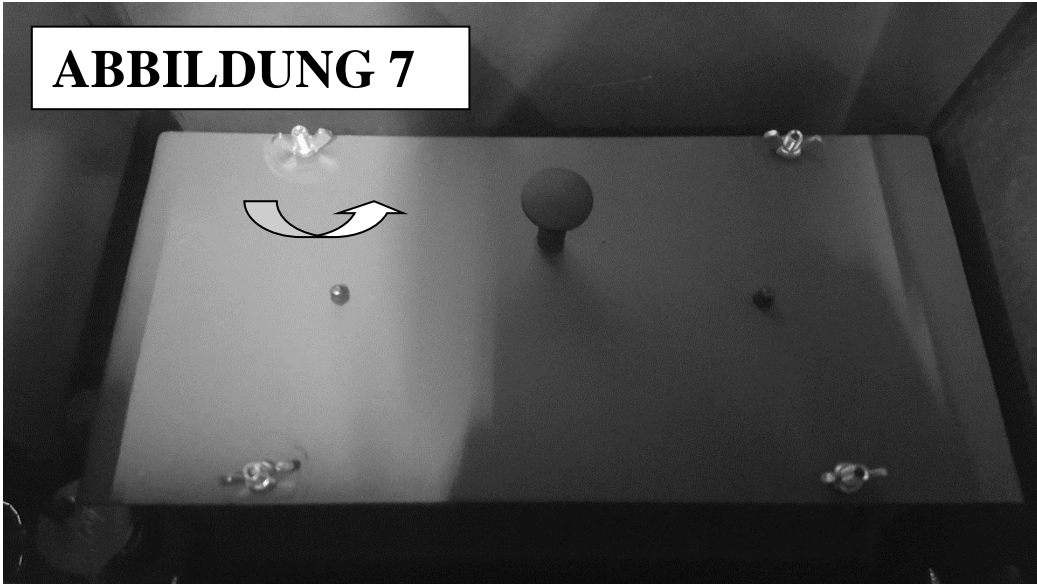

ABBILDUNG 9
- Die örtlich vorhandene Asche aus dem oberen Bereich des Rauchumlaufs absaugen. (Abb. 9). Um auf den Raum zuzugreifen, zunächst die obere Abdeckung (A) energisch nach oben abziehen (Abbildung 6). Dann entgegen dem Uhrzeigersinn den Kugelgriff des Turbolatorrüttlers abdrehen (Abbildung 7). Schließlich die 4 Flügelgriffe ausdrehen und die Abdeckung abnehmen, darauf achtend, dass das darauf montierte Isoliermaterial keinen Schaden nimmt (Abbildung 8).